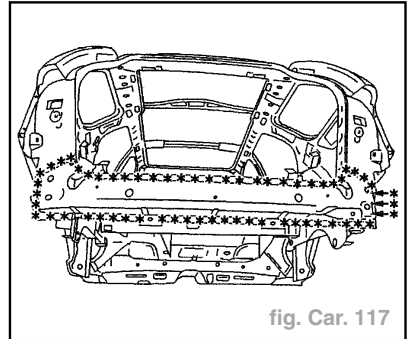

fig. Car. 117
- Dégraffer les points à l'aide d'une fraise de  $\varnothing = 8 \text{ mm}$  (fig. Car. 117).
- Souder par points électriques (fig. Car. 117).